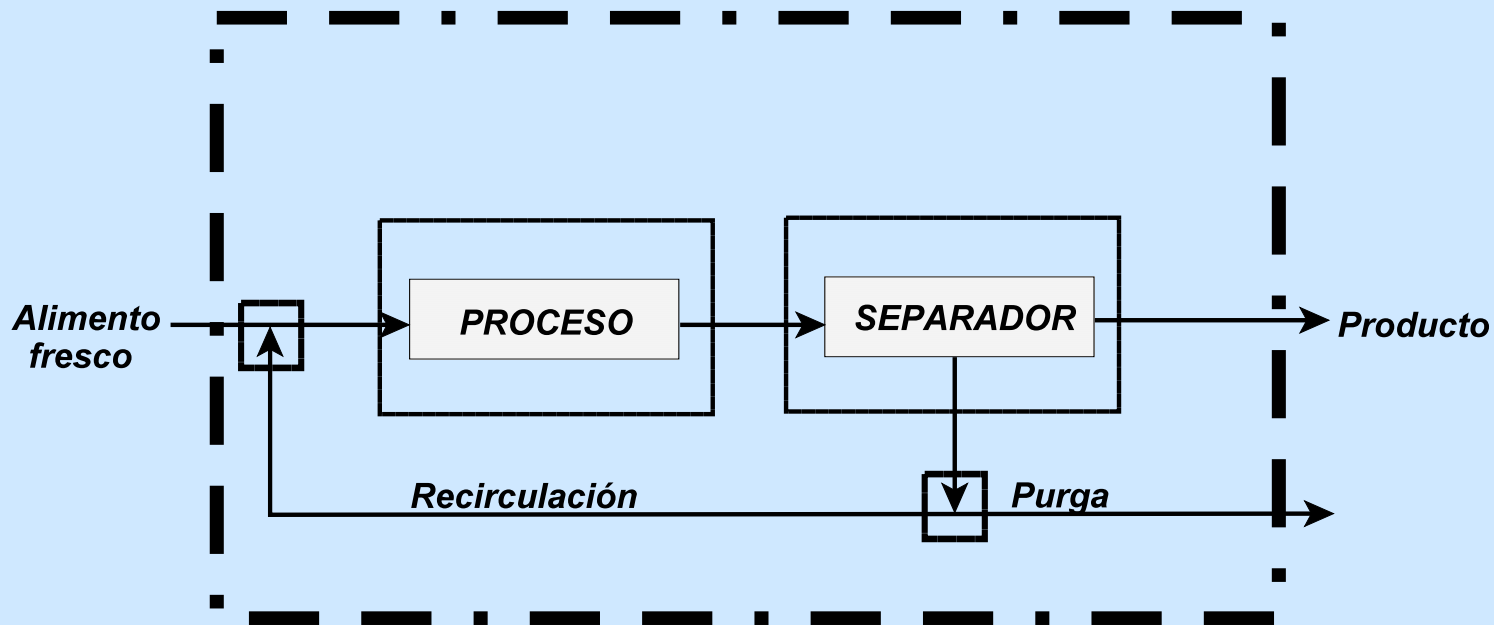

Figura 3.5: Purga.
**Purga (“*purge*”):** Corriente desviada de una recirculación hacia el exterior del sistema, con objeto de eliminar ciertas sustancias que de otra manera se acumularían en el interior del sistema (**Figura 3.5**); se efectúa un balance alrededor de todo el sistema, alrededor de cada bloque, en el punto de mezcla y en el de extracción de la purga.